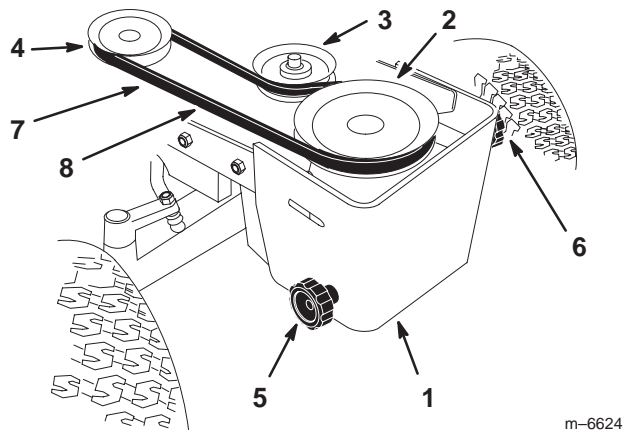

Bild 8
1. Montieren Sie den ZWA-Riemen auf der Kupplungsscheibe (Bild 8).
2. Montieren Sie die ZWA-Riemen auf den oberen Riemen und die obere Spannscheibe im Riementumlenkblock (Bild 8).
3. Drehen Sie das linke Handrad am vorderen Riementumlenkblock, um den ZWA-Treibriemen anzuspinnen (Bild 8). Es muss eine Riemendurchbiegung von 13 mm bestehen.
4. Drehen Sie das rechte Handrad am vorderen Riemenumlenkblock, um den Mähwerktreibriemen anzu-spannen (Bild 8). Es muss eine Riemendurchbiegung von 13 mm bestehen.